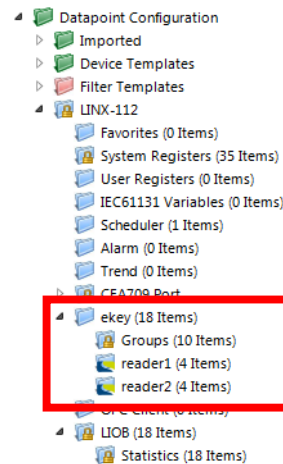

Abbildung 187: Datenpunktmanager mit ekey-Geräteordnern.
- Die Verzeichnisstruktur (Abbildung 187),